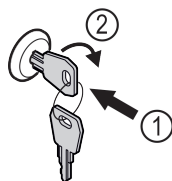

Fig. 192 Representación a modo de ejemplo
- ▶ Introducir la llave Fig. 192 (1).
- ▶ Girar la llave 90° en sentido horario Fig. 192 (2).